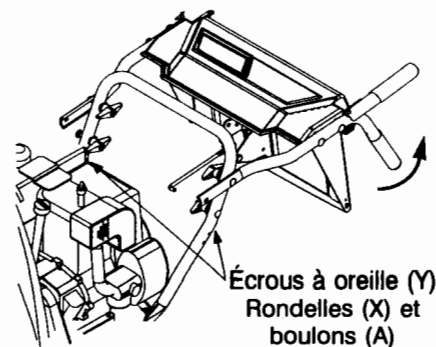

FIGURE 5
- Faites reposer l'ensemble du panneau de commande et des guidons supérieurs par terre et alignez les trous inférieurs des guidons supérieur et inférieur. Maintenez-les en place avec les boulons ordinaires arrondis (A), les rondelles (X) et les écrous à oreilles (Y). Voir la Figure 5.